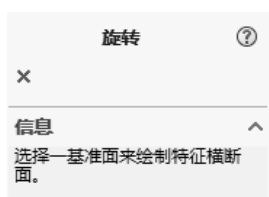

图 5.6.2 “旋转”对话框（一）
Step2. 选择命令。选择下拉菜单 **插入(I)** → **凸台/基体(B)** → **旋转(R)...** 命令（或单击“特征(F)”工具栏中的  按钮），系统弹出如图 5.6.2 所示的“旋转”对话框（一）。